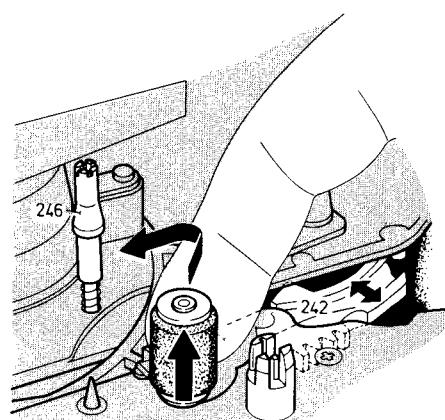

Bild 1-14
- Die Anpressrolle ein wenig anheben und schräg nach hinten schieben an der Ecke auf der Oberplatte vorüber, und nach links schieben, bis die Anpressrolle frei ist (Bild 1-14).